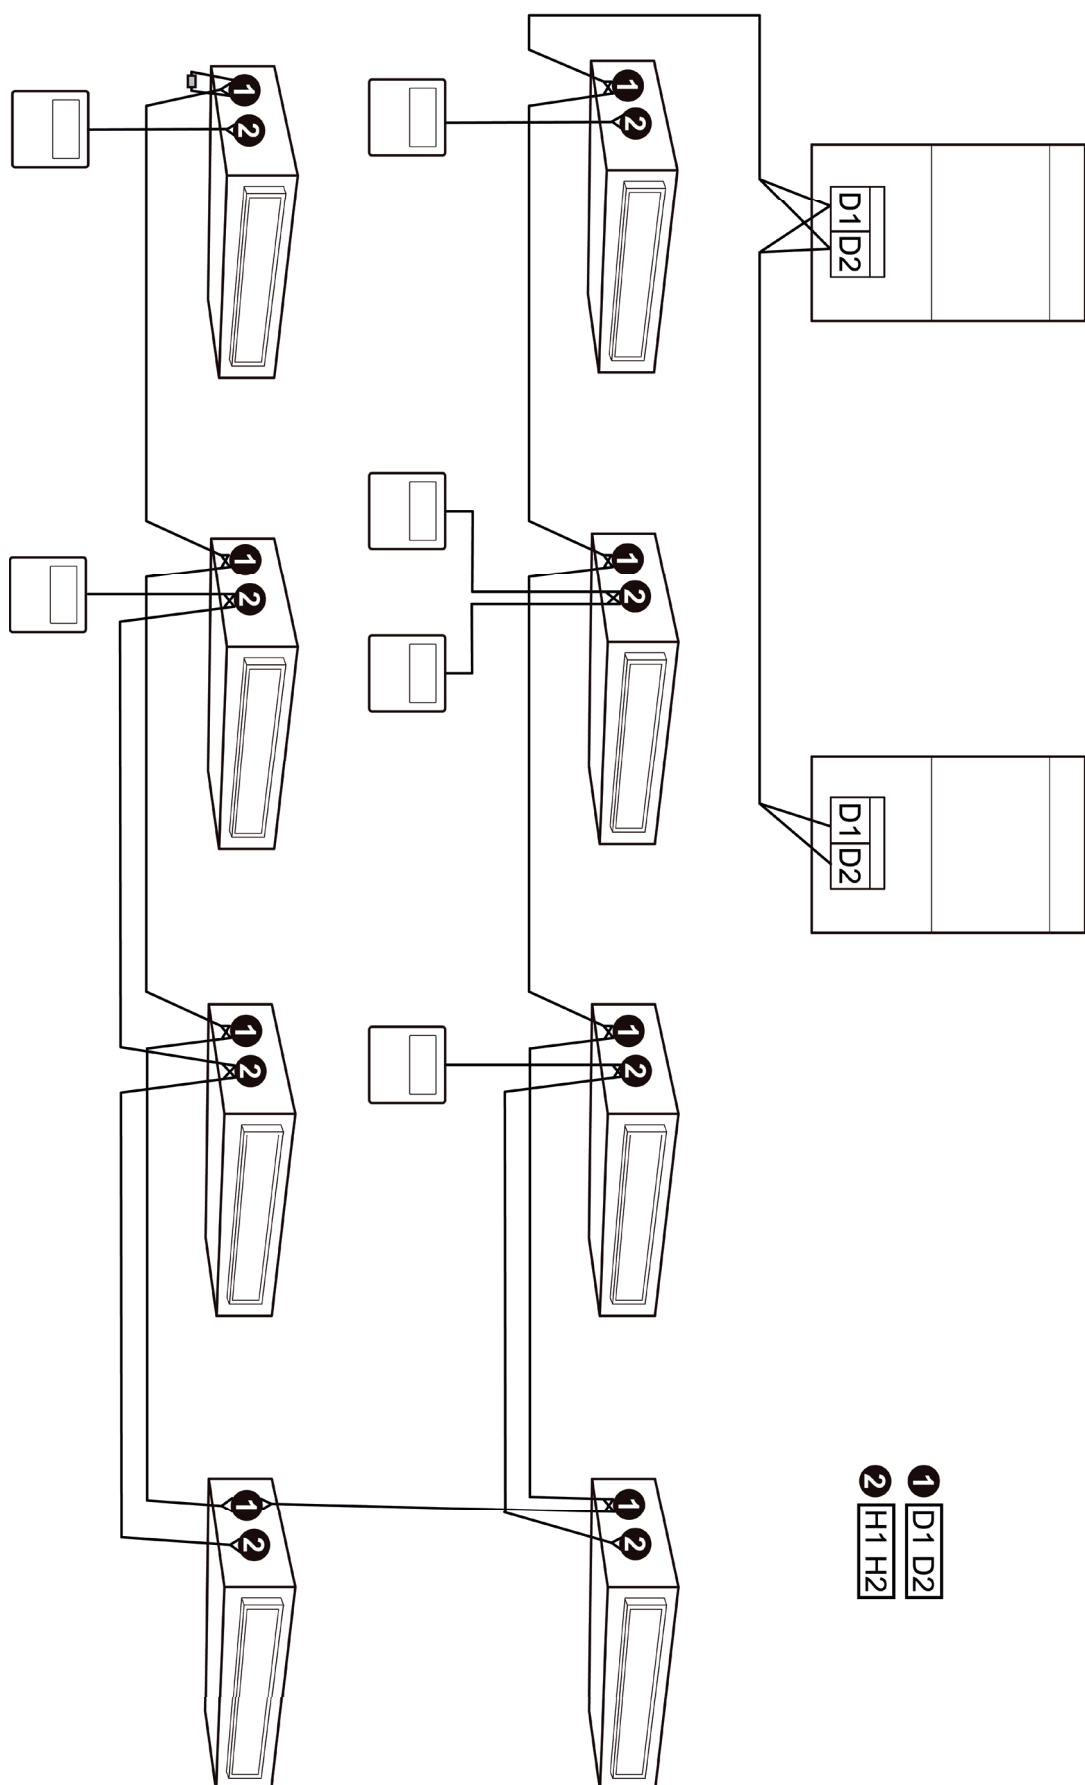

Fig. 5.5.1
- (1) Il cavo di comunicazione dell'Unità Interna e dell'Unità Esterna (o Unità Interna) è collegato a D1, D2.
- (2) Il Filocomando è collegato a H1, H2.
- (3) Una Unità Interna può essere collegata a due filocomandi che devono essere impostati uno come Master e l'altro come Slave.
- (4) Un Filocomando è in grado di controllare 16 Unità Interne nello stesso tempo (vedi Fig. 5.5.1).